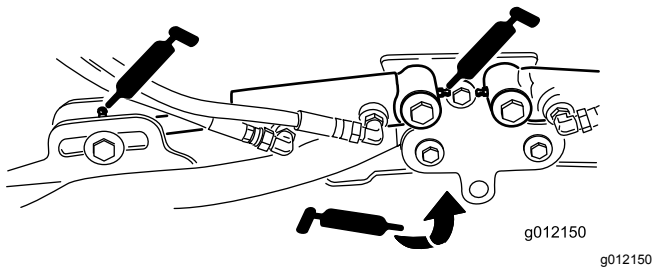

Figure 64
- Vérins des bras de levage des plateaux de coupe (x 2) (Figure 64)
- Pivots des bras de levage (x 1) (Figure 64)